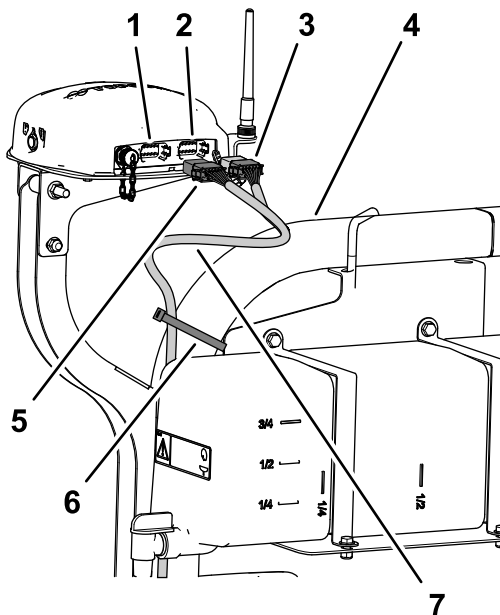

Figura 196
2. Passe a secção com 390 cm da cablagem dos dados ao lado do tubo ROPS direito com o conector de 12 tomadas (cinzento) e o conector de 12 tomadas (preto) para cima na direção do recetor da navegação (Figura 196).
- Prenda a secção com 390 cm da cablagem dos dados ao tubo ROPS direito com 2 braçadeiras de cabos, como se mostra na Figura 196.